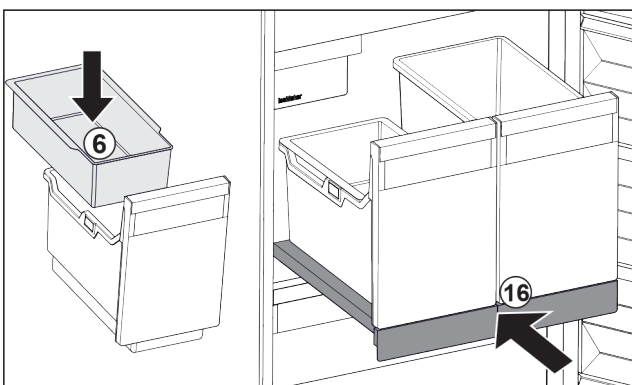

Fig. 130
- ▶ Inhangschaal Fig. 130 (6) voor ijsblokjes aanbrengen.
- ▶ Uitschuifplateau met bak (IceTower) er inschuiven. Fig. 130 (16)